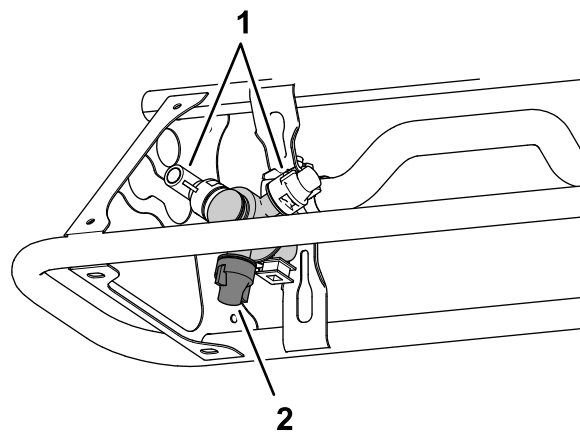

Figura 40
1. Assicuratevi che gli ugelli che intendete utilizzare siano in posizione di irrorazione attiva (abbassati) (Figura 40).